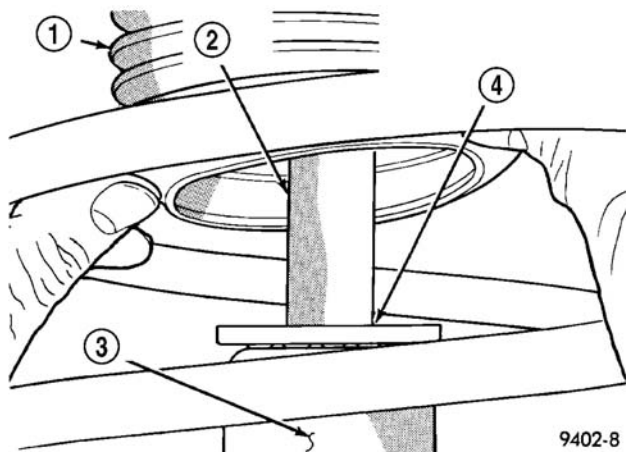

图 39 滑柱总成渗漏检查（典型）
- (2) 检查滑柱总成防尘罩有无损坏或磨损（图 39）。
- (3) 检查下弹簧座的螺旋弹簧减震垫是否有损伤或变质的现象。
(4) 提起防尘罩（图 39），检查滑柱总成的储液罐上端有无漏液现象。（实际漏液状况为油液向下流并从滑柱总成下端滴落）。在滑柱杆和滑柱轴封之间的少量渗漏是正常的，不影响滑柱总成的性能（图 39）。还要检查缓冲块有无损坏或变质的迹象。